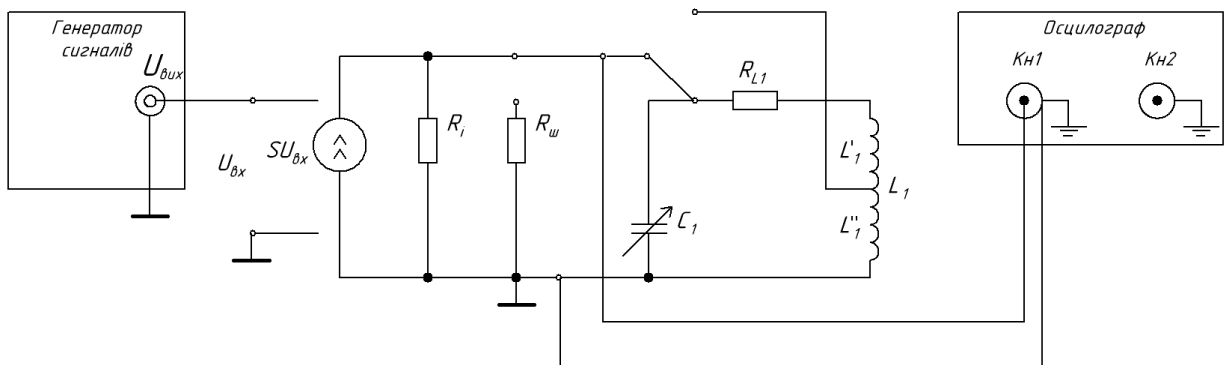

Рис. 6.8 – Схема установки для вимірювання АЧХ
- на вхід резонансного підсилювача необхідно подати гармонійне коливання від генератора (рис. 6.8);
5.1.1. Зібрати схему для вимірювання АЧХ (рис. 6.8).